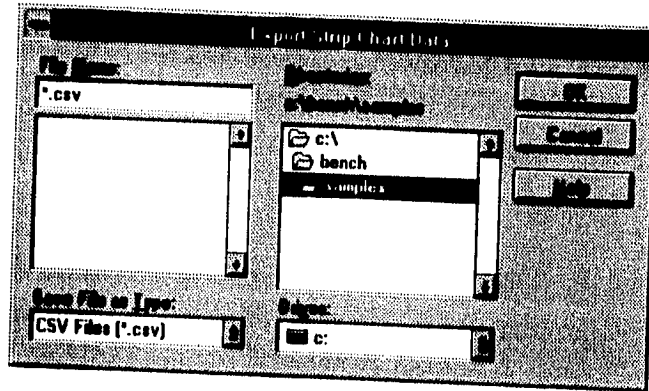

Figura 4.19
1. Con el dato desplegado en la ventana activa de STRIP CHART o de Análisis, seleccionar File/Export Data... de la barra de menú. Será desplegado el cuadro de diálogo EXPORT STRIP CHART DATA (ver Figura 4.19).